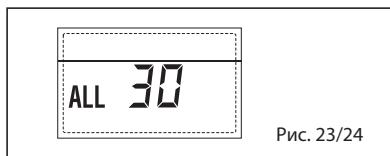

Рис. 23/24
– НЕПОЛАДКА ДАТЧИКА КАСКАДНОЙ ПОДАЧИ “ТРЕВ 31” (рис. 23/25)